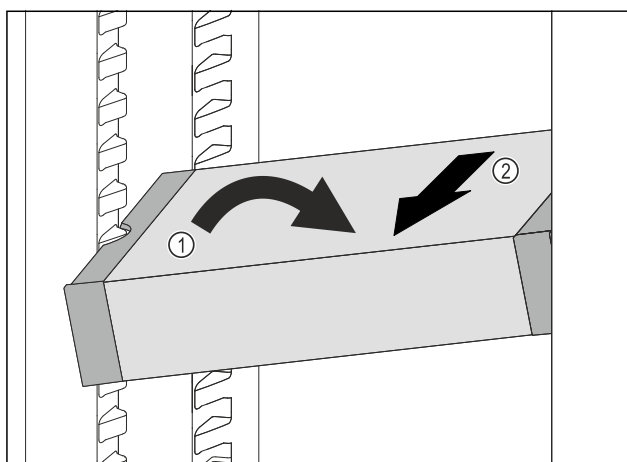

Fig. 106
- Ställ VarioSafe snett i kyldelen. Fig. 106 (1)
- Dra VarioSafe framåt för att ta ut den. Fig. 106 (2)